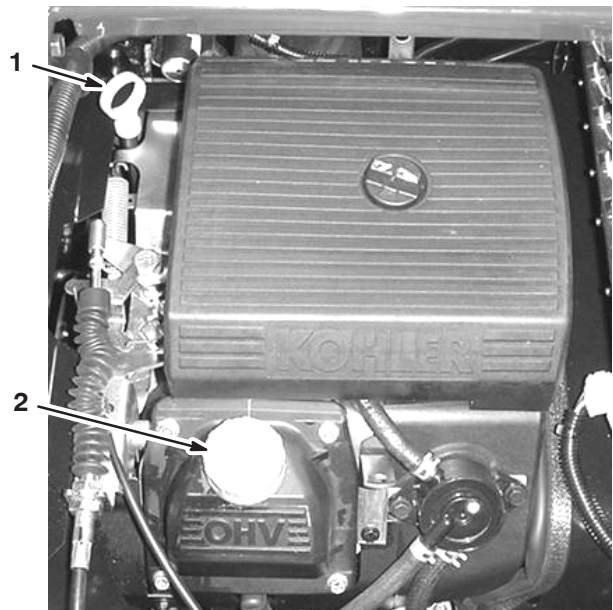

Bild 6
2. Nehmen Sie den Peilstab heraus und wischen Sie ihn mit einem sauberen Lappen ab (Bild 6). Stecken Sie den Peilstab in das Rohr und stellen Sie sicher, dass er vollständig eingeführt ist. Nehmen Sie den Peilstab heraus und prüfen Sie den Ölstand.
3. Nehmen Sie bei niedrigem Ölstand den Fülldeckel von der Ventilabdeckung (Bild 6) ab und gießen Sie so viel Öl ein, dass der Ölstand die „Voll“-Marke am Peilstab erreicht; siehe „Wechseln des Motoröls“ auf Seite 38 für die korrekte Ölsorte und -viskosität. Gießen Sie Öl langsam ein und prüfen Sie den Ölstand häufiger während des Füllens. **Füllen Sie nicht zu viel ein.**